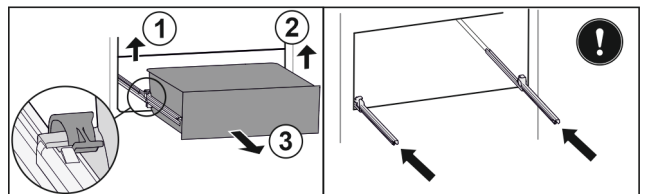

Fig. 161
- ▶ Levante la brida izquierda y, simultáneamente, tire de la parte izquierda del cajón hacia delante. Fig. 161 (1)
- ▶ Levante la brida derecha y, simultáneamente, tire de la parte derecha del cajón hacia delante. Fig. 161 (2)
- ▶ Extraiga el cajón hacia delante. Fig. 161 (3)